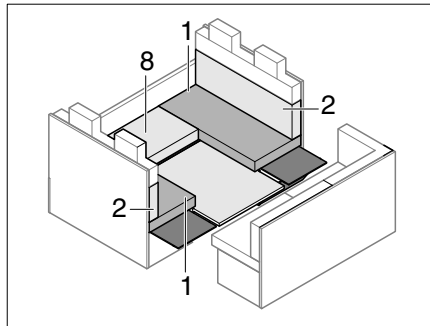

Fig. 199 Pendant la transformation
- Enlever le coussin d'assise (Fig. 199,8) et le soubassement.